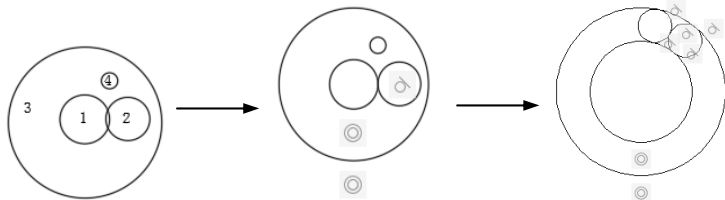

图 3-116 同心相切圆
本实例主要介绍“几何约束”命令的使用方法，绘制同心相切圆的流程如图 3-116 所示。
⑧ 以同样方法, 使圆 3 与圆 4 建立相切几何约束, 最终结果如图 3-116 所示。